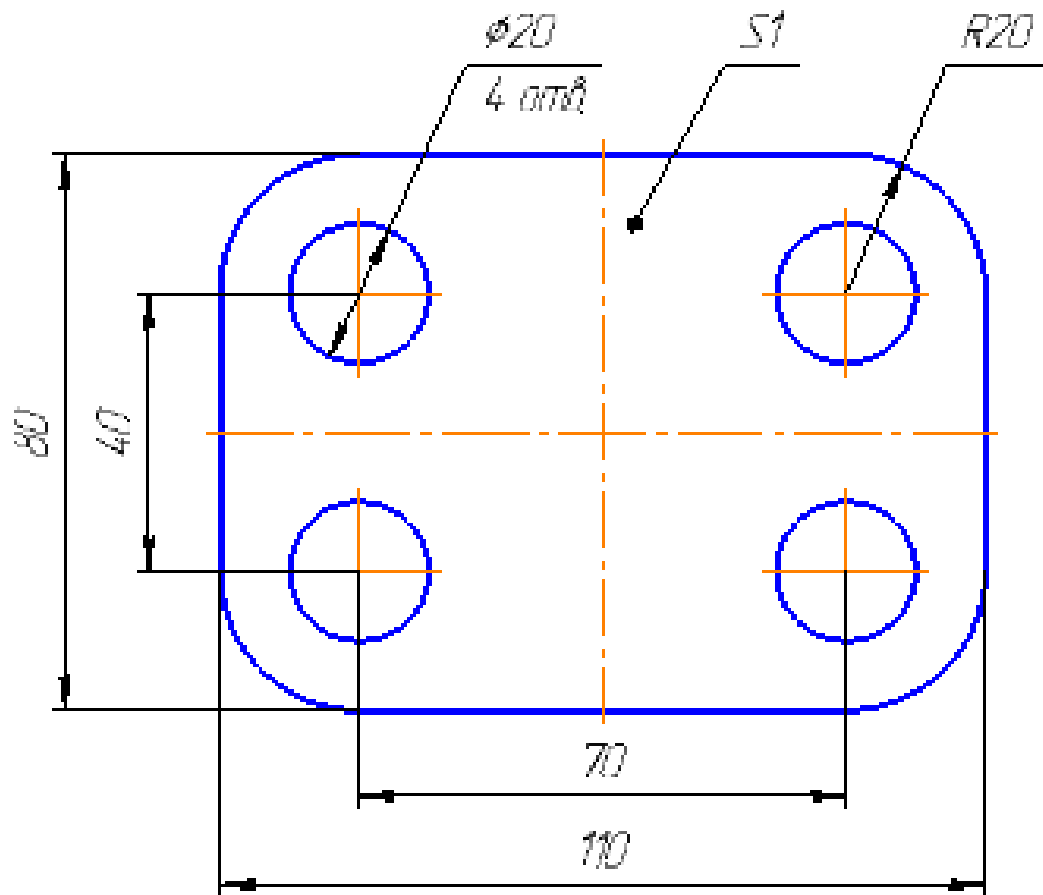

Рис. 2.3.24
1. Закінчіть оформлення креслення, проставивши в ньому необхідні розміри (рис. 2.3.24).